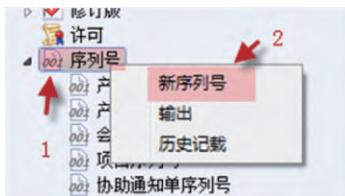

图 4
(3) 在 EPDM 的序列号中, 选中序列号并右键选择“新序列号”, 如图 4 所示。